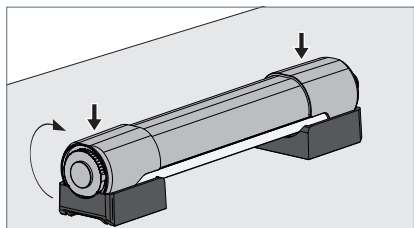

Fig. 9: Montare l'apparecchio d'illuminazione
- ▶ Ruotare l'apparecchio d'illuminazione lungo i supporti di almeno 90° in modo che le alette di bloccaggio dei supporti scorrano nelle scanalature delle parti laterali dell'apparecchio, vedi Fig. 9.